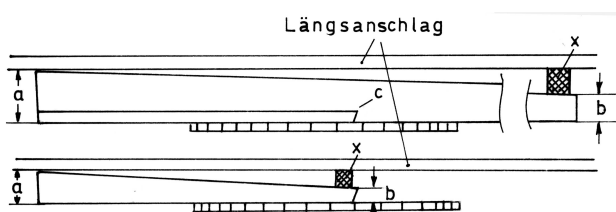

Bild 67: Sägen des Ruderblattes.
2. Das Sägen erledigt die Kreissäge, jedoch nicht ohne eine geringe Vorbereitung: Durch provisorisches Aufleimen eines Hilfsstückes X', dessen Breite sich aus a-b ergibt, erreichen wir die gewollte Schräge (siehe Bild 67). Der Einschnitt zur Aufnahme des Blattes kann in der gleichen Einstellung bis kurz vor den Bereich "c" mit vorgenommen werden. Der Rest ist Handarbeit.